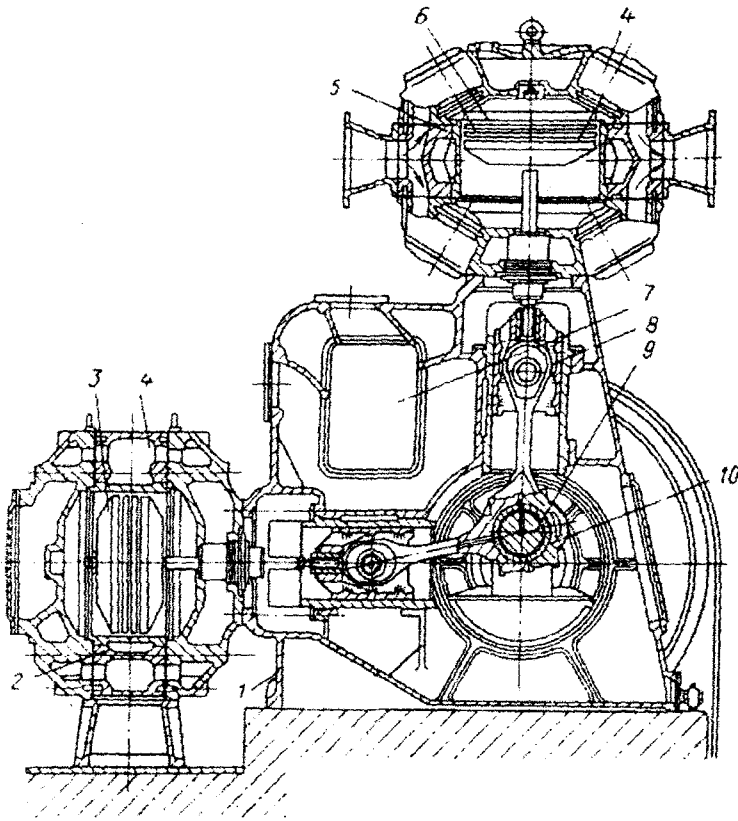

Рис. 6. Прямоугольный поршневой компрессор:
Прямоугольные компрессоры (II) с водяным охлаждением поставляют в сборе с присоединенным электродвигателем. Эти компрессоры крейцкопфные двухрядные. Число цилиндров определяется конечным давлением (рис. 6). Промежуточный охладитель при двухцилиндровом исполнении заблокирован с компрессором, при многоцилиндровом обособлен. Раздельно поставляют концевой охладитель и фильтр. Смазывание цилиндров под давлением (прессовое), механизма движения - циркуляционное с забором.